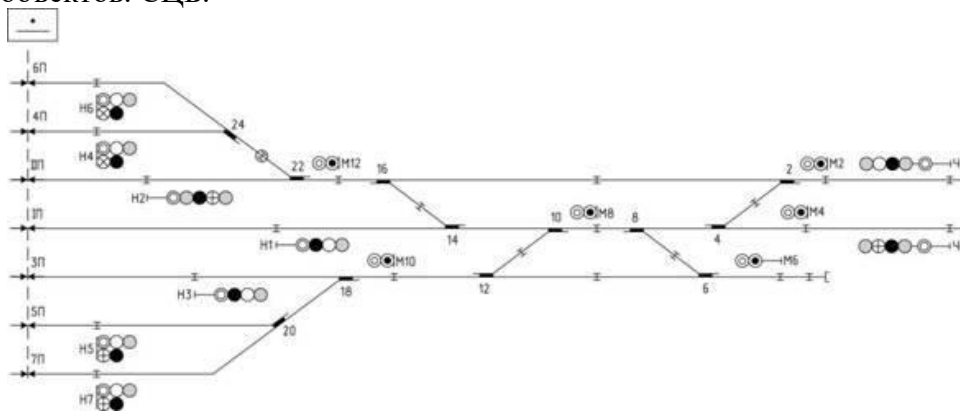

Рисунок 12 – Схематический план горловины станции
19. Дан схематический план горловины станции (Рис. 12). Определить ординаты napольных объектов. СЦБ.